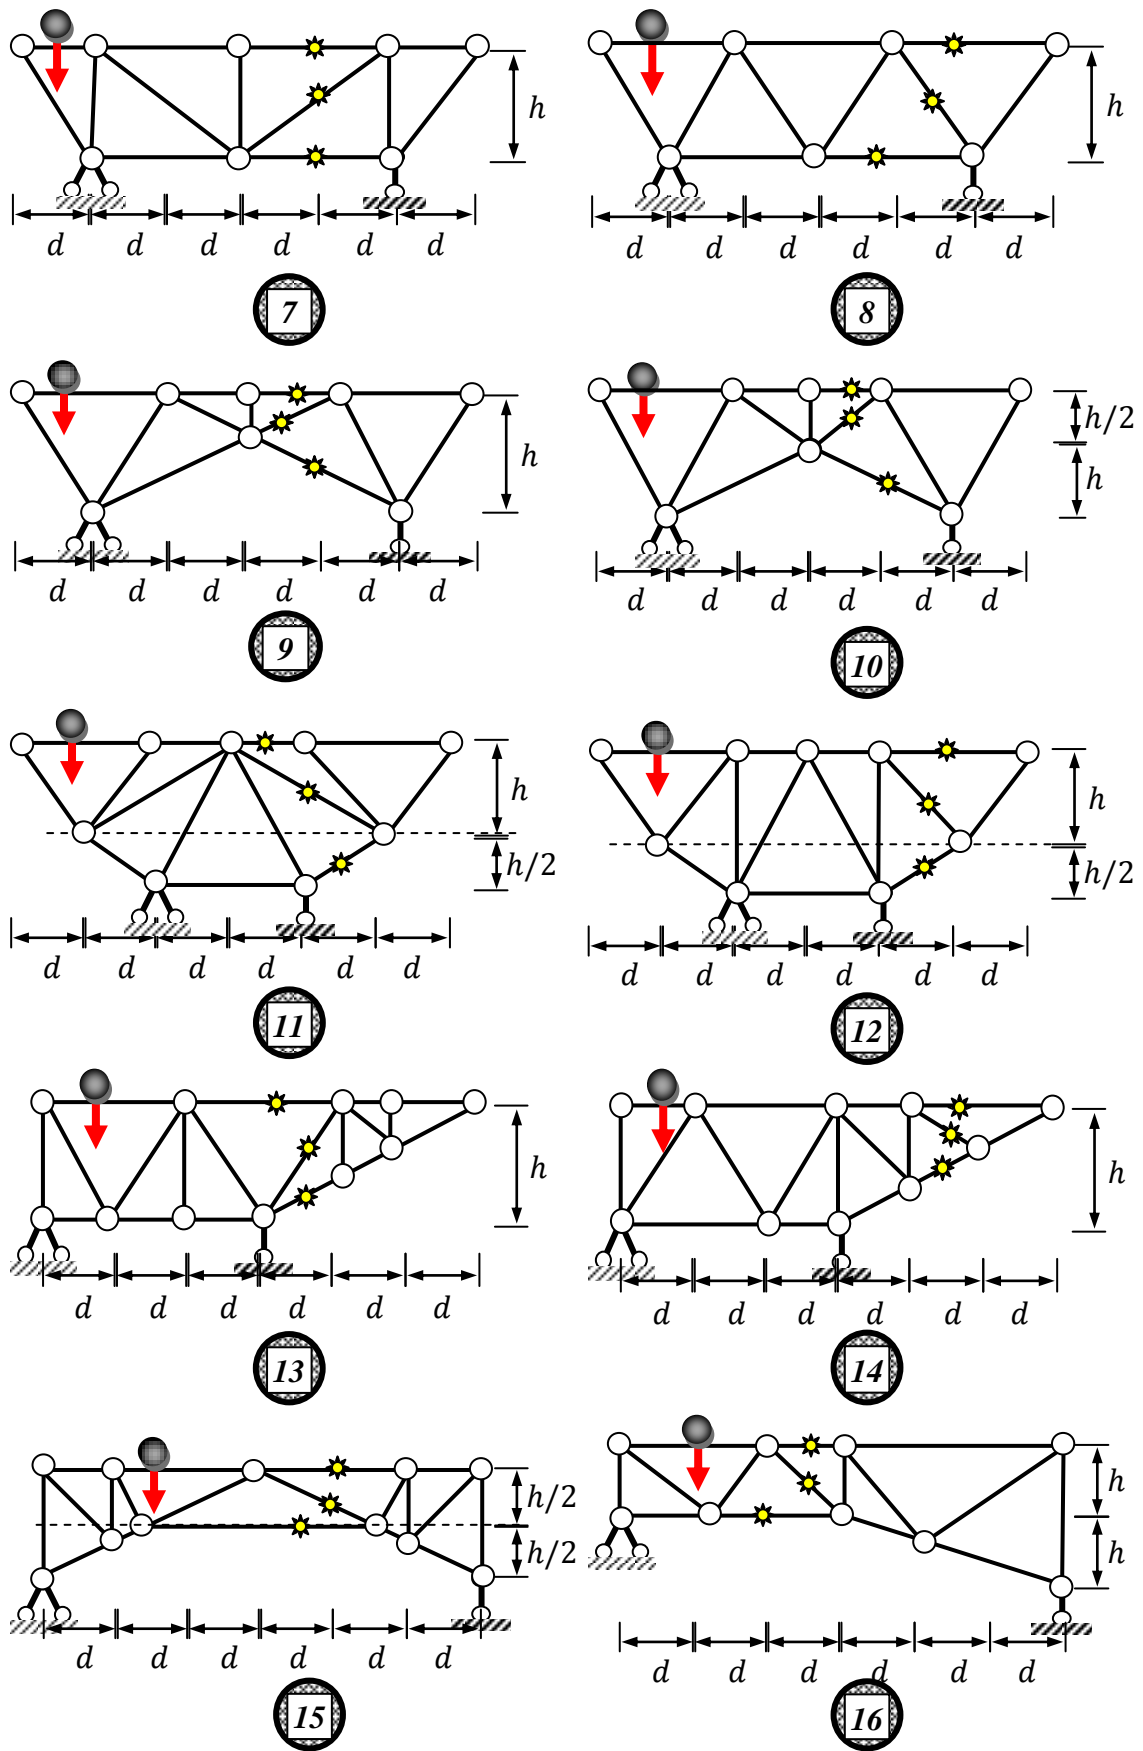

Рис. 4.1
**Задание № 4** Определение линий влияния стержней статически определимой балочной фермы (рис.4.1).
Индивидуальные варианты схем (рис.4.1) нагружения фермы, ее размеры и величины действующих сил определяются преподавателем из интервалов:  $3 \leq d \leq 5.0 \text{ м}$ ,  $1 \leq h \leq 2.5 \text{ м}$ ,  $10 \leq F_1, F_2 \leq 20 \text{ кН}$ .